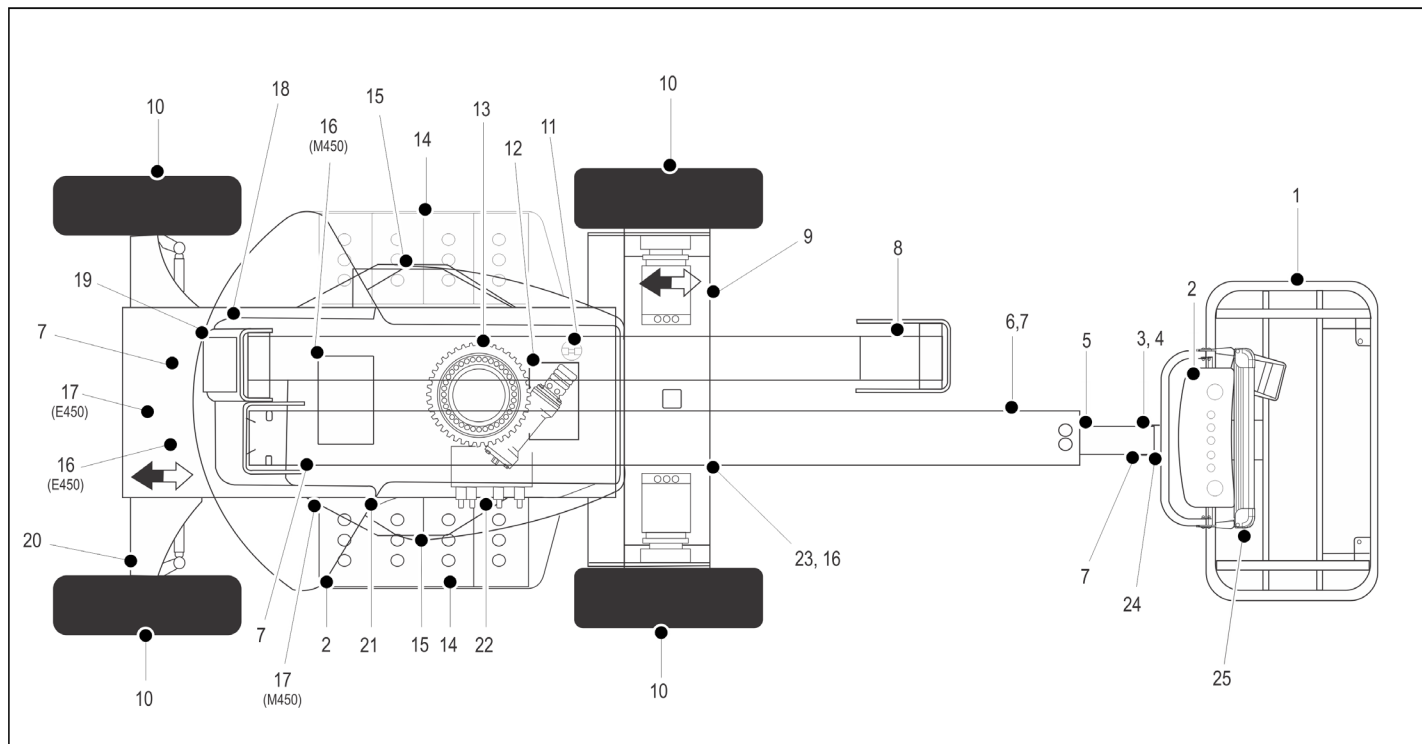

Figura 2-2. Inspección visual diaria – Hoja 1 de 3
5. **“Inspección visual”** – Consultar la Figura 2-2. a la Figura 2-4.